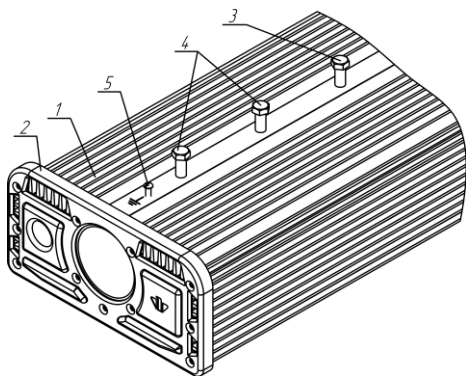

Рисунок 2 Установка светильников
2.2.1. Затяните упорный болт (рисунок 2 поз.3).
2.2.2. Установите светильники на консоль до упора в болт (рисунок 2 поз.3).
2.2.3. Затяните два болта фиксирующие светильники (рисунок 2 поз.4).
2.2.6. Подключите провод внешнего заземления к винту (рисунок 2 поз.5) расположенному на корпусе светильников имеющему маркировку « \perp ».